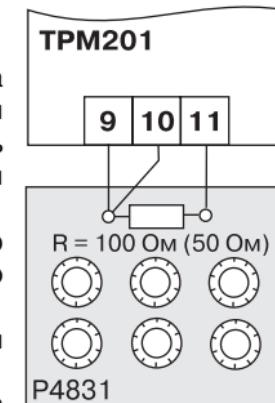

Рис. E.1
E.3.1. Подключить к основному входу прибора вместо датчика магазин сопротивления типа P4831 (или подобный ему с классом точности не хуже 0,05). Соединение прибора с магазином производить по трехпроводной схеме подключения, см. рис. E.1. Сопротивления проводов линии должны отличаться не более чем на 0,05 %.